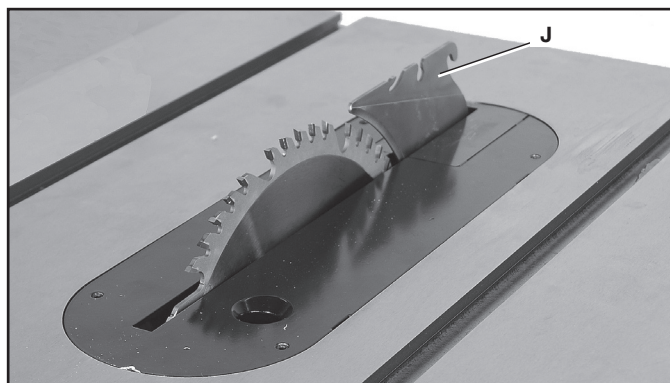
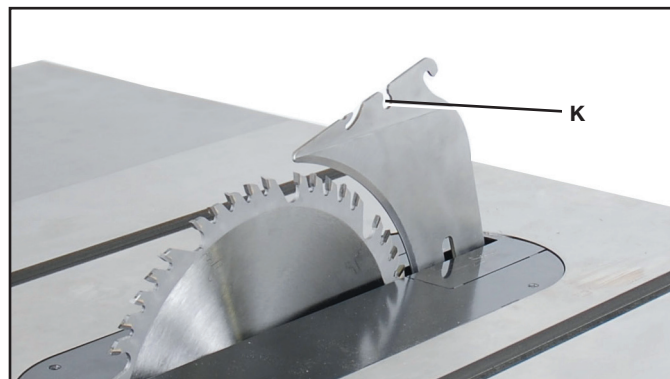

FIG. 9
FIG. 10
Le coupeau séparateur (J) est installé en usine en position basse (J) fig. 9 ou en position de coupe non traversante.
Pour assembler le module antirecul et l'ensemble protège-lame, le coupeau séparateur doit être en position levée comme l'illustre la fig. 10. (Voir la section **Fonctionnement et Réglage du Coupeau Séparateur** pour savoir comment lever et baisser le coupeau séparateur.)
1. Trouver le trou de montage du module antirecul (K) fig. 10 dans le haut du coupeau séparateur (J) fig. 9.